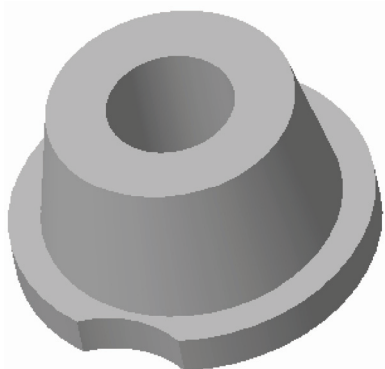

图 6-107 创建中性面拔模特征
STEP 06 单击“完成”按钮 , 即可创建中性面拔模特征，效果如图 6-107 所示。